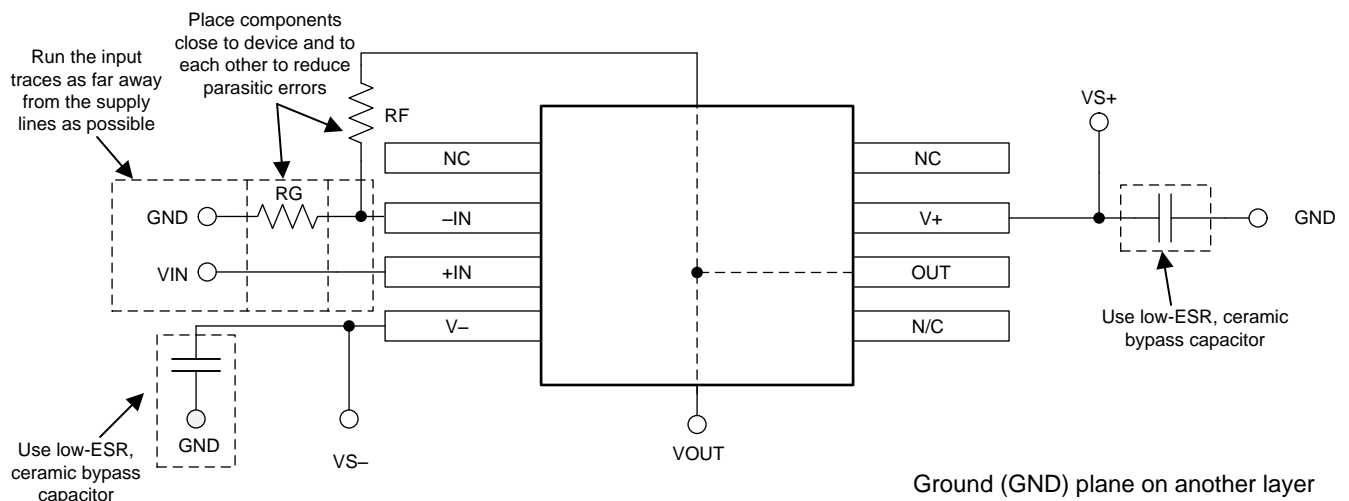

Figure 32. 布局示例
- 外部组件的位置应尽量靠近器件。如图 32 所示，使 R_F 和 R_G 接近反相输入可最大限度地减小寄生电容。